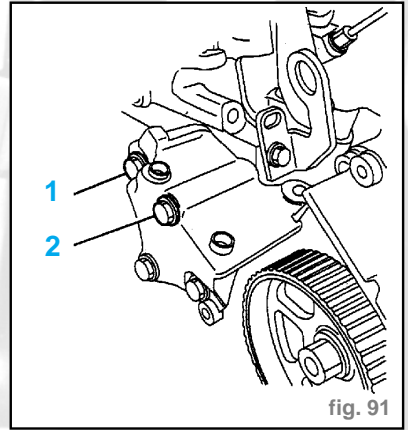

fig. 91
- Déposer les vis (1), (2) (fig. 91).